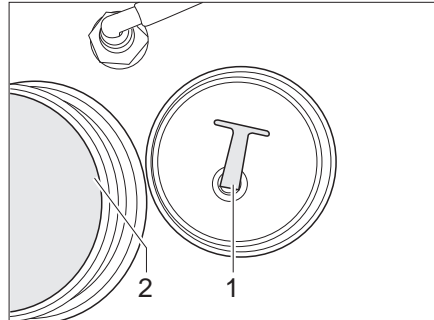

Fig. 240 Bouchon de fermeture
- Dévisser le bouchon de fermeture (Fig. 240,1) de l'ouverture de vidange (Fig. 240,2).